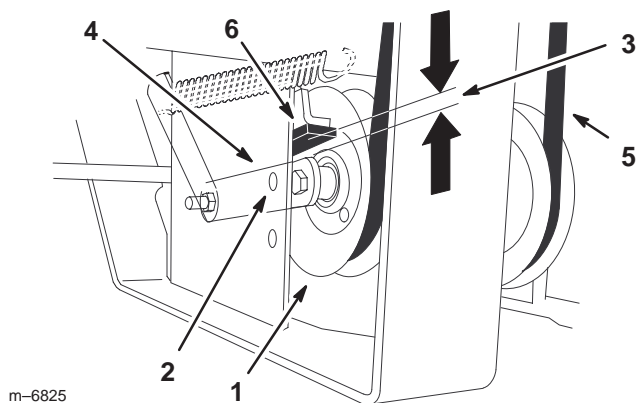

Figure 70
9. Contrôlez la distance entre la butée en caoutchouc et le bras de la poulie de tension à ressort quand la plaque de la poulie est tendue. On doit obtenir une distance de 0 à 6 mm (0 à 1/4 pouce) à partir de la butée (Fig. 70).